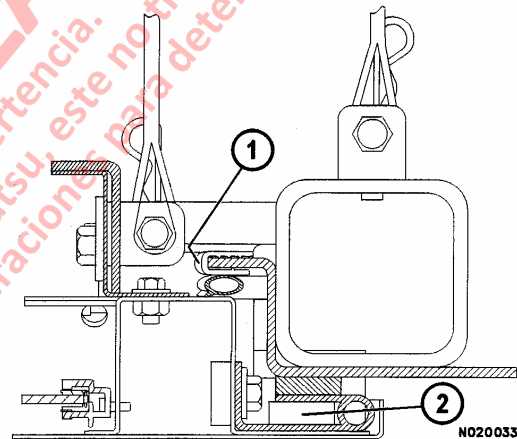

FIGURA 2-17
4. El Sello de la Bisagra de la Puerta (2, Figura 2-17) está pegado a la bisagra. Use el mismo procedimiento anterior, para este sello.